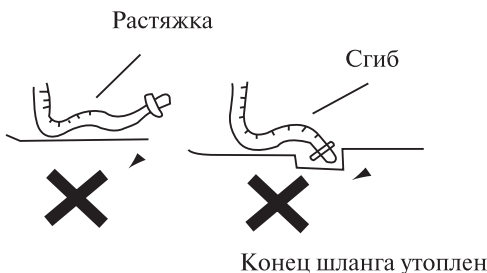

Рис. 2
2. Не растягивайте и не сгибайте сливной шланг, а также не утапливайте его конец в воду (рис. 2).